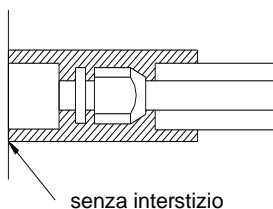

Fig. 19
- ① Durante il collegamento del tubo di refrigerante all'unità interna non esercitare forza sui raccordi dell'unità interna per non danneggiare i tubi e per evitare la fuoriuscita del refrigerante.
- ② Il tubo del refrigerante dovrebbe essere installato con delle staffe di supporto per evitare che il suo peso solleciti direttamente l'unità.
- b. I raccordi dell'unità interna dovrebbero essere avvolti con un materiale di isolamento termico senza alcun interstizio tra l'isolamento della giunzione e l'unità stessa (vedere fig. 19).